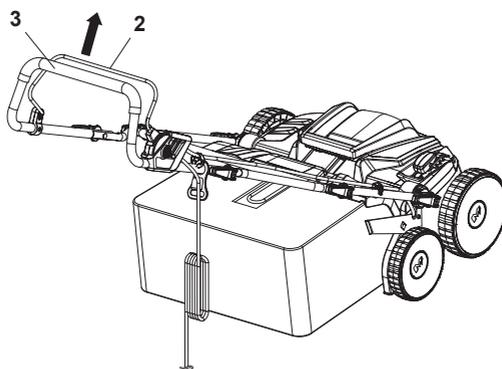

Fig. 14
1. Eliberează mânerul de pornire (2) pentru a opri mașina (Fig. 14).